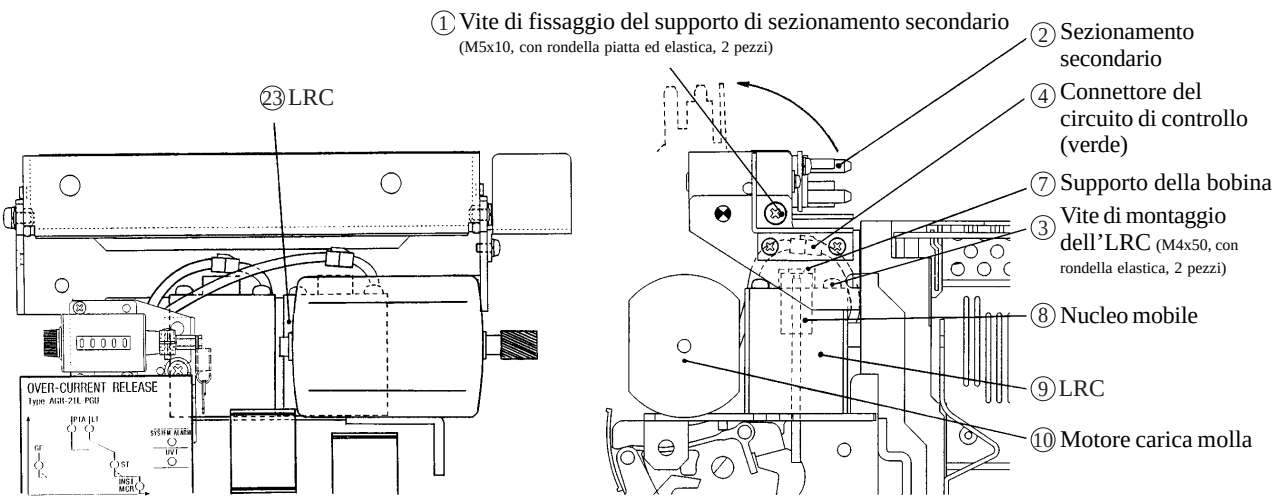

Fig. 28 Vista generale dell'LRC
- 2) Rimuovere le due viti di fissaggio del supporto di sezionamento secondario (M5×10, con rondella piatta ed elastica) (Fig. 28 ①) e allontanare il sezionatore secondario (Fig. 28 ②).
- 3) Rimuovere il connettore del circuito ausiliario (verde) (Fig. 28 ④).
- 4) Allentare le due viti di fissaggio dell'unità LRC (M4×50, con rondella elastica) (Fig. 28 ③) ruotandole 8-10 volte con un cacciavite e rimuovere il LRC.
ATTENZIONE	Durante il caricamento della molla di chiusura o durante l'operazione ON-OFF dell'interruttore, non toccare nessun comando tranne la leva carica molla, il nucleo mobile (Fig. 28 ⑧) e il pulsante OFF. Facendo funzionare questi comandi, dita o attrezzi potrebbero rimanere schiacciati, provocando lesioni o danni.